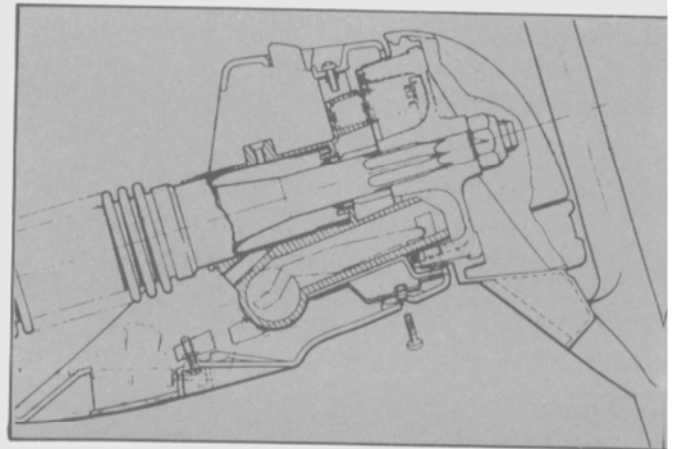

Fig. 29 - Conjunto de columna de dirección
- Montar el volante de la dirección verificando la correcta ubicación de la leva de corte. Instalar la tuerca de retención y ajustarla al valor especificado (Fig. 29).